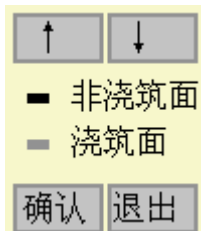

图 4.7 对测或角测时测面的选择
8. 测面：指测试面类型，当测试类型为对测或者角测时，测试面可在浇筑面和非浇筑面之间选择，如果是平测，用户则可在顶面、底面、侧面之间选择。测试面不同，对应的声速修正系数 β 也不同。其选择界面如图 4.7 和 4.8 所示。